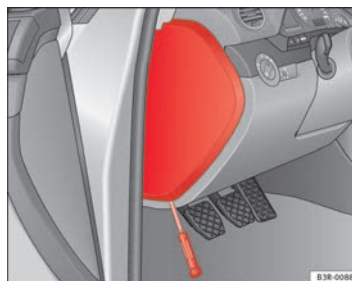

Fig. 200 Lato sinistro della plancia portastrumenti: copertura della scatola dei fusibili
- Rimuovere la copertura usando un cacciavite ⇒ pag. 275, fig. 200.